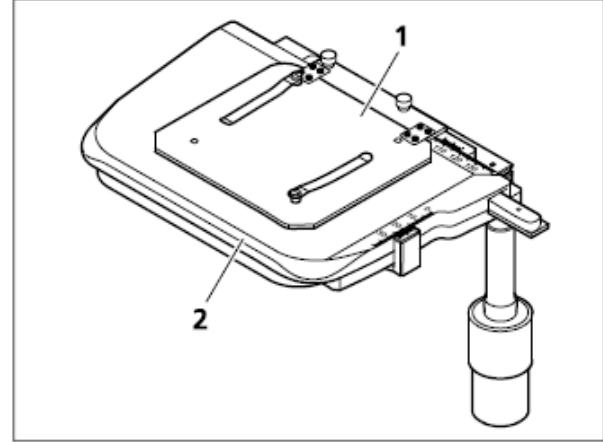

图. 2-16 75x50 反射光右手机械载物台带样品夹
- 机械载物台(图 2-16/2)可以放置,定位和使用带弹簧片的样品托板固定样品